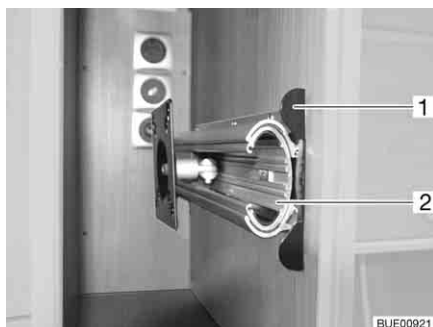

Fig. 50 Support dans le meuble de télévision
- Enfoncer la barre de déverrouillage (Fig. 50,1).
- Faire entièrement sortir la rallonge (Fig. 50,2).
- Faire coulisser la rallonge (Fig. 50,2) jusqu'à ce que la barre de déverrouillage (Fig. 50,1) s'encliquette.